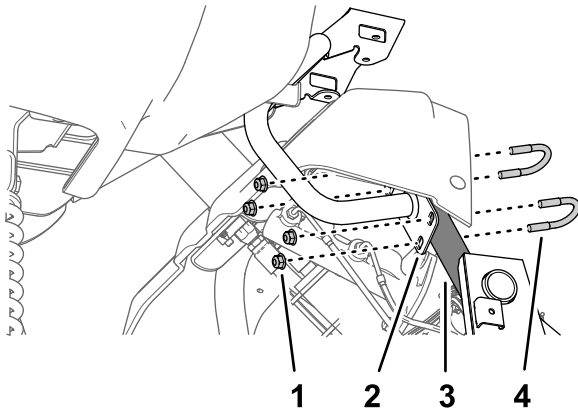

Bild 162
- Montieren Sie die Platte der Monitorbefestigung mit den zwei U-Bügeln und vier Sicherungsbundmüttern (5/16") am Stützrohr des Maschinenchassis (Bild 162).